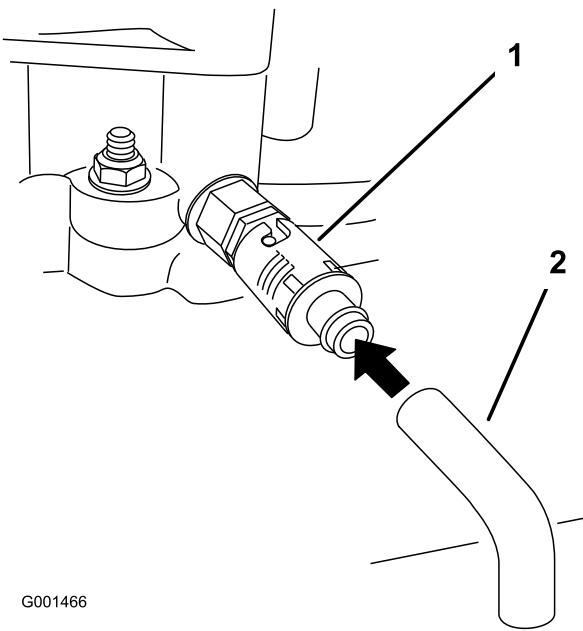

Figura 30
Nota: Gire la válvula de vaciado para que se drene el aceite (Figura 30).
7. Retire el tubo de vaciado (Figura 30).